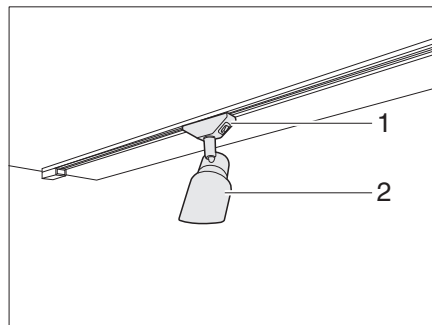

Bild 60 Spotleuchte (Beispiel)
- Halterung (Bild 60,1) fassen und um 45° drehen.
- Spotleuchte (Bild 60,2) aus Schienensystem entnehmen.
- Spotleuchte (Bild 60,2) an gewünschter Position in das Schienensystem einsetzen und um 45° drehen.